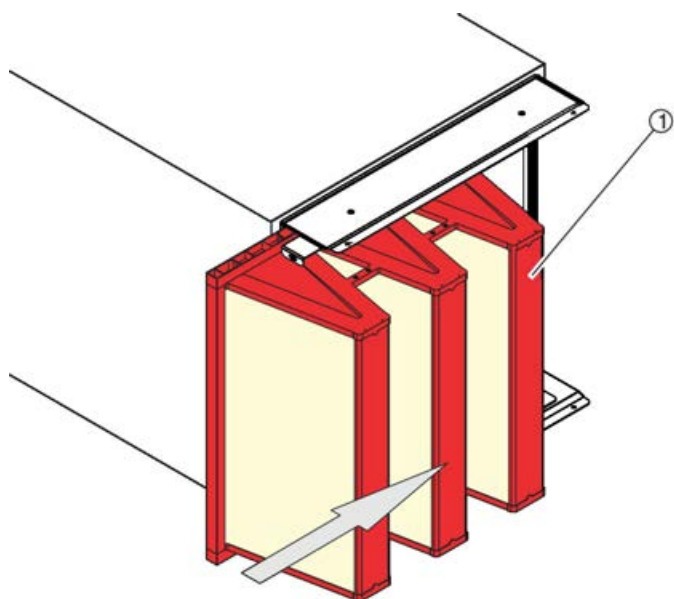

Abb. 26: Filterelement hineinschieben
6. ▶ Das Filterelement ( Abb. 26 /1) von der Seite in das RLT-Gerät hineinschieben.